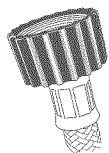

Fig.3 Extrémité du tuyau (robinet)
- 1 Installez la partie rectiligne des tuyaux (avec filtres) aux robinets (reportez-vous à la figure 3).